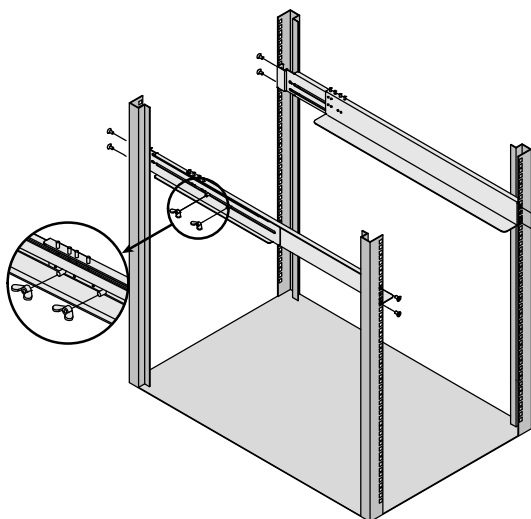

Рисунок 7. Установка направляющих
- Ослабьте монтажные барашковые гайки на обеих направляющих и отрегулируйте размер направляющих по глубине стойки (см. Рисунок 7).